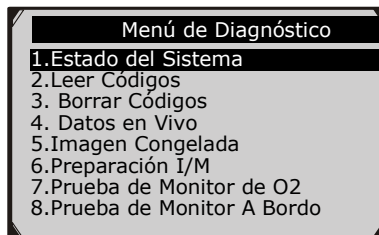

Figura 6.3
- 7) En escaneo exitoso, se muestra un resumen del estado del sistema (estado de Luz MIL; conteos de Códigos DTCs, estados de los Monitores) en la pantalla. (Figura 6.1) Presione el botón **OK** para que ingrese al **Menú de Diagnóstico** (Figura 6.3).
- 1) Use el botón de desplazamiento **ARRIBA/ABAJO** para seleccionar la opción **Leer Códigos** del **Menú de Diagnóstico** y presione el botón **OK**. (Figura 6.3)
- 1) Use los botones de desplazamiento **ARRIBA/ABAJO** para seleccionar la opción **Borrar de Códigos** del **Menú de Diagnóstico** y presione el botón **OK**. (Figura 6.3)
- 1) Para consultar los datos en vivo, use el botón de desplazamiento **ARRIBA/ABAJO** para seleccionar la opción **Datos en Vivo** en el **Menú de Diagnóstico** y presione el botón **OK**. (Figura 6.3)